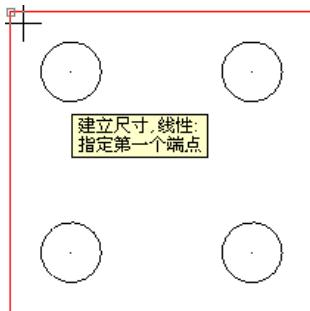

图 5-22 选取标注尺寸的第一个端点
- 02 根据系统提示“建立尺寸，线性：选择第一个端点”，移动光标捕捉绘图区内左上角的端点，并单击鼠标左键，如图 5-22 所示。